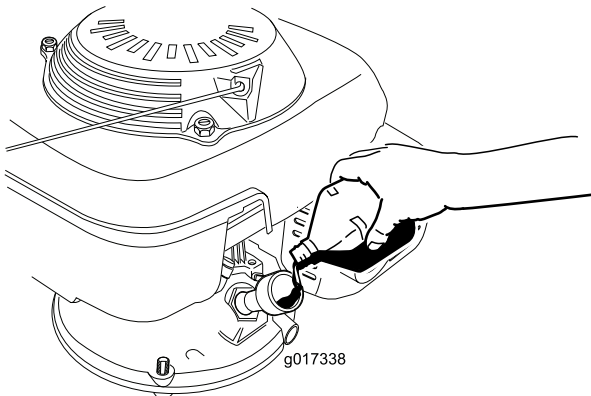

Figure 8
3. Versez **lentement** l'huile par l'orifice de remplissage, attendez 3 minutes puis vérifiez le niveau d'huile sur la jauge, en l'essuyant sur un chiffon propre et en l'insérant dans l'orifice, **mais sans visser** le bouchon (Figure 8).